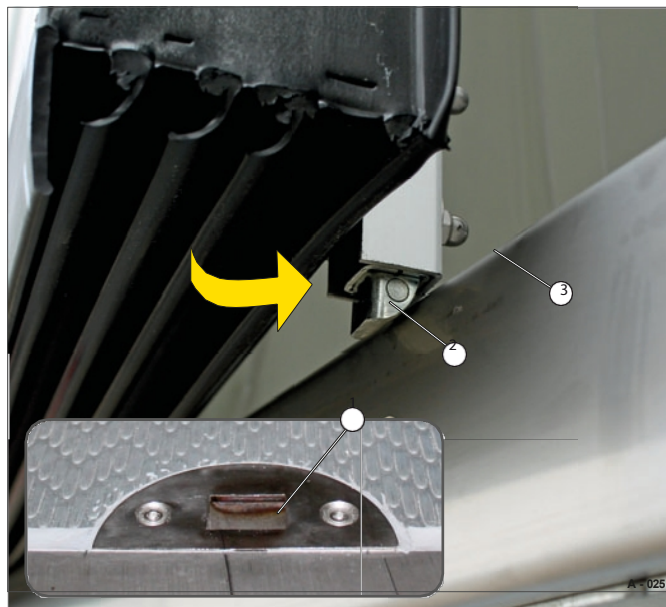

Fig. 25 Fecho da folha da porta (esquerda)
► Verificar se não há sujidade na bolsa inferior do trinco (Fig. 25/1).
O trinco superior / inferior (Fig. 25/2) retrai-se automaticamente e fecha-se nas bolsas do trinco.